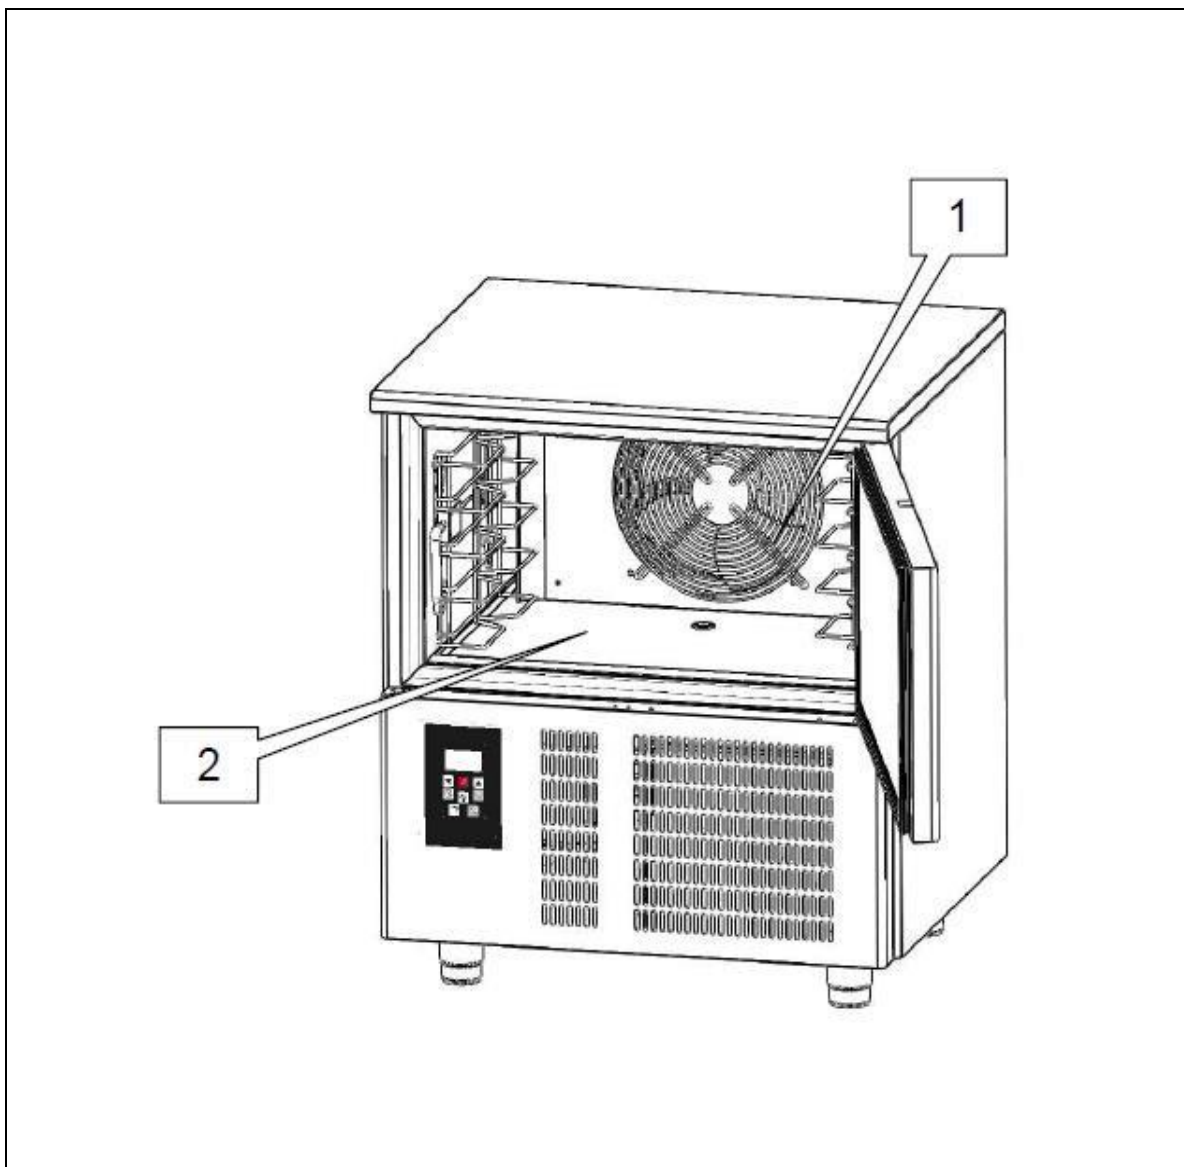

Figure 4. Conduits de ventilation et bouches d'aération
- avec des conduits de ventilation obstrués (réf. 1 fig. 4) ;
- avec le produit à traiter placé sous les grilles de ventilation (réf. 1 fig. 4), les éventuels conduits de ventilation, ou au fond de la cellule (réf. 2 fig. 4).